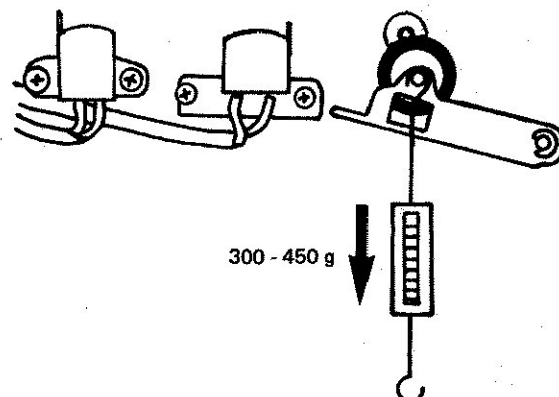

Fig. 14 Måling av pressvalsetrykk
- Mål pressvalsetrykket med en fjærvekt eller måleklokke mens kassettverket er i drift (fig. 14).
- Use a tension gauge or a tension meter, and measure the pressure while the mechanism is running (PLAY-mode), see Figure 14.